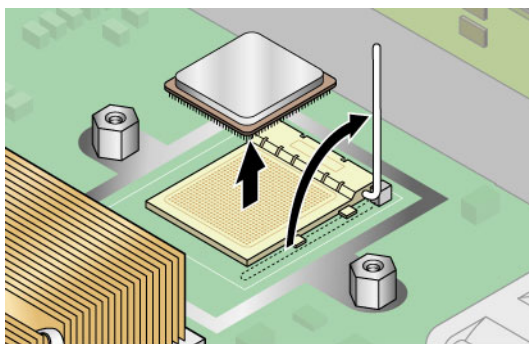

図 3-32 CPU のソケットからの取り外し
8. ソケット取り外しレバーを全開となる垂直の位置まで引き上げます (図 3-32 を参照)。